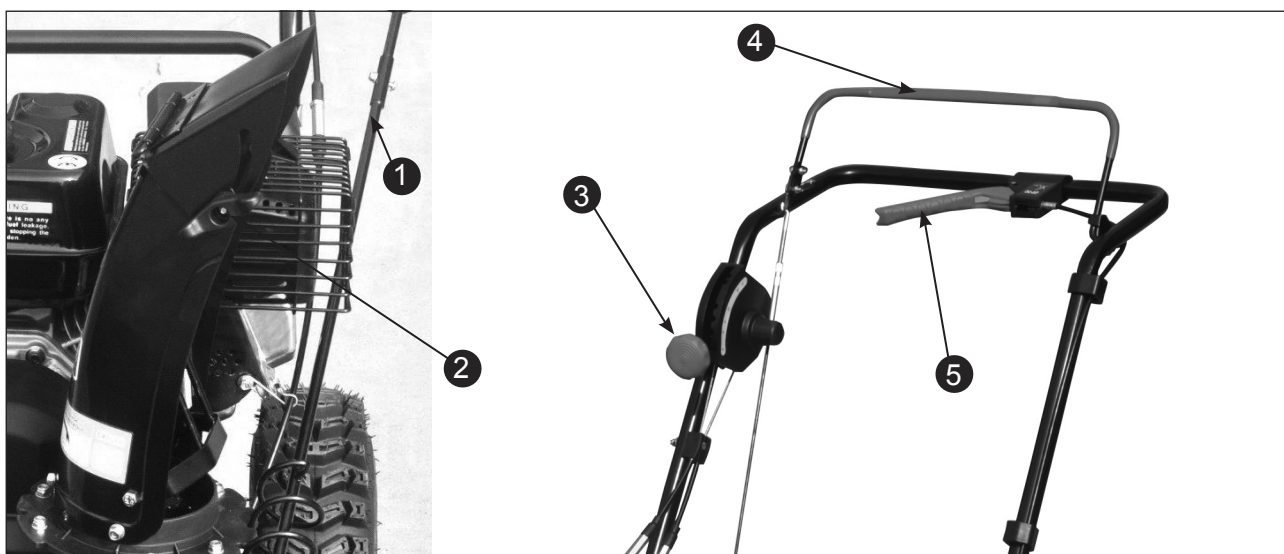

Рис.9
1. Рычагом (1) Рис.9, установите требуемое направление выброса снега.
2. Ослабьте гайки (2) Рис.9 и установите необходимый угол дефлектора желоба. Затяните гайки.
3. Рычагом (3) Рис.9 установите необходимую скорость движения.
4. Полностью нажмите и держите рычаг (5) Рис.9, чтобы включить вращение шнека.
5. Полностью нажмите и держите рычаг (4) Рис.9, чтобы включить сцепление и начать движение снегоочистителя. Чтобы отключить сцепление, полностью отпустите рычаг сцепления.